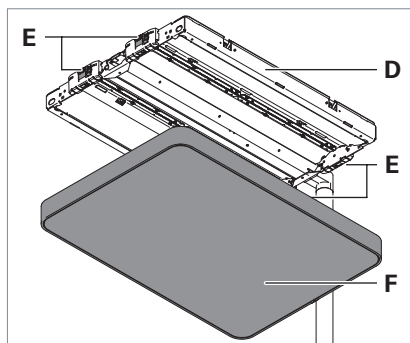

Fig. 19: Smontaggio dello schermo.
- Premere tutti e quattro i ganci **E**, finché lo schermo **F** non si stacca e togliere lo schermo verso il basso dal telaio dell'apparecchio **D**, vedi Fig. 19.